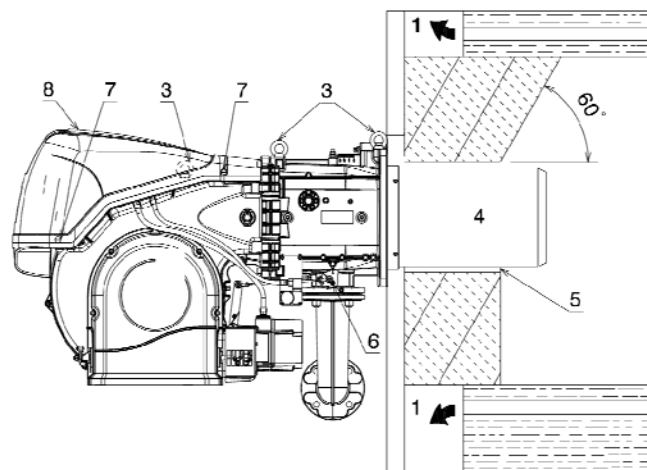

Рис. 14
Для котлов, у которых дымовые газы проходят спереди (1) (Рис. 14), или с инверсионной камерой сгорания, установите защиту (5) из огнеупорного материала между огнеупорной защитой котла (2) и соплом (4).
На котлы, передняя часть которых охлаждается водой, не требуется ставить огнеупорную прокладку (2) – (5) (рисунок 14), если только это не требует производитель котла.
Приготовьте соответствующее подъёмное устройство. Зацепите горелку за кольца (3) (Рис. 14)
- Наденьте защитную огнеупорную прокладку, которая входит в комплект поставки, на голову (4) (рис. 14).